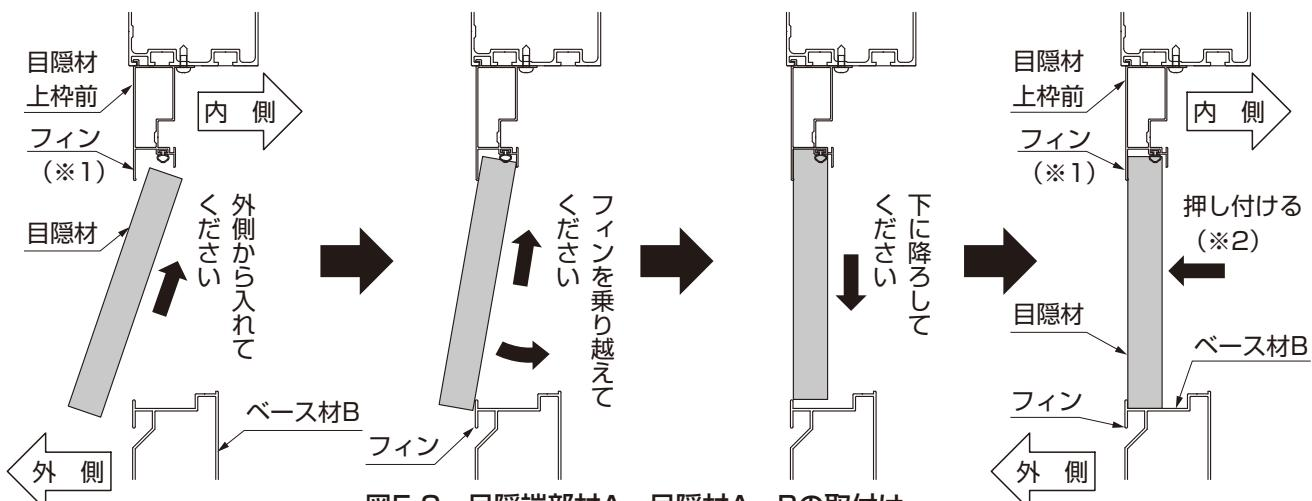

図5-2 目隠端部材A、目隠材A・Bの取付け
- 目隠材は外側から目隠材上枠前のフィン内側に引っ掛けるように入れ、ベース材Bのフィンを乗り越えた後外側に押し付けて（※2）ください。(図5-2参照)
- FIX中間パネル、目隠材は、外側から目隠材上枠前のフィン内側に引っ掛けるように入れて、ベース材Bのフィンを乗り越えたら外側に押付けてください。(※2) (図5-2参照)